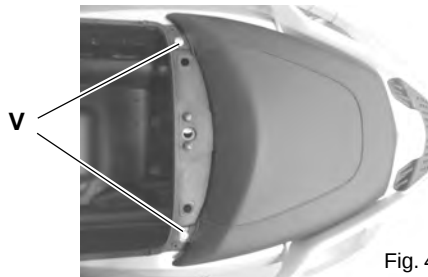

Fig. 45
- Dévisser les deux vis (V - Fig. 45) de fixation du siège du passager à l'aide d'une clé Allen.